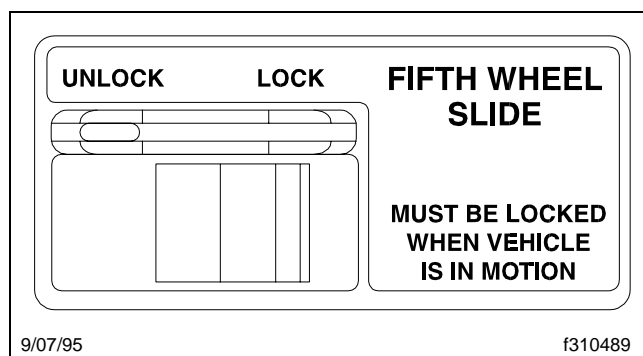

Fig. 10.13, Commande de la cabine, mécanisme coulissant de la sellette d'attelage
- 3.1 Pour les modèles à commande pneumatique, placez l'interrupteur de commande situé dans la cabine (**figure 10.13**) en position UNLOCK (déverrouillage).